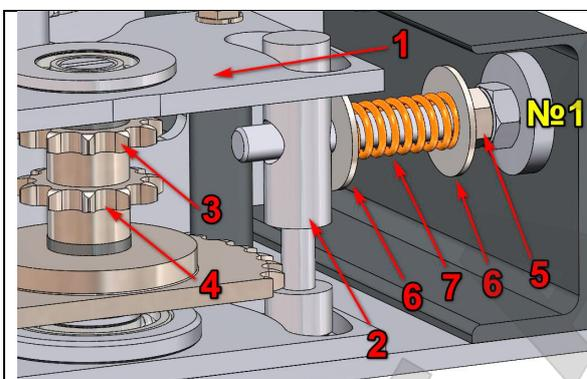

Рисунок 2
- 1) Установить цепь «левую» (L=920, Z=28) между редуктором (на звезду верхнюю «3») и звездой на винте на колонне левой. (рис. 2 и 5)
- 2) Установить цепь «правую» (L=1110, Z=34) между редуктором (на звезду нижнюю «4») и звездой на винте на колонне правой. (рис. 2 и 5)
- 4) Установить талреп «8» между редуктором и проушиной (№4) на основании и произвести с его помощью натяжение ремня. (рис. 2)